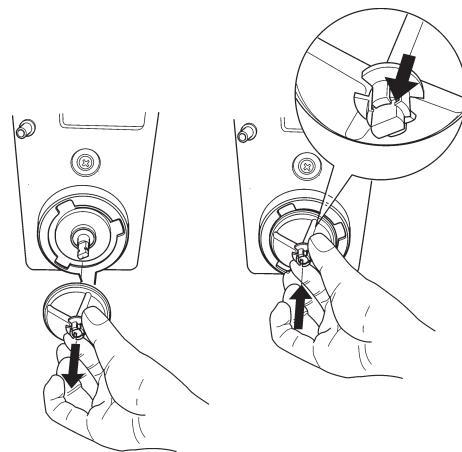

Fig. 11
- pour démonter les hélices il suffit d'exercer une légère traction pour les libérer (fig. 11);